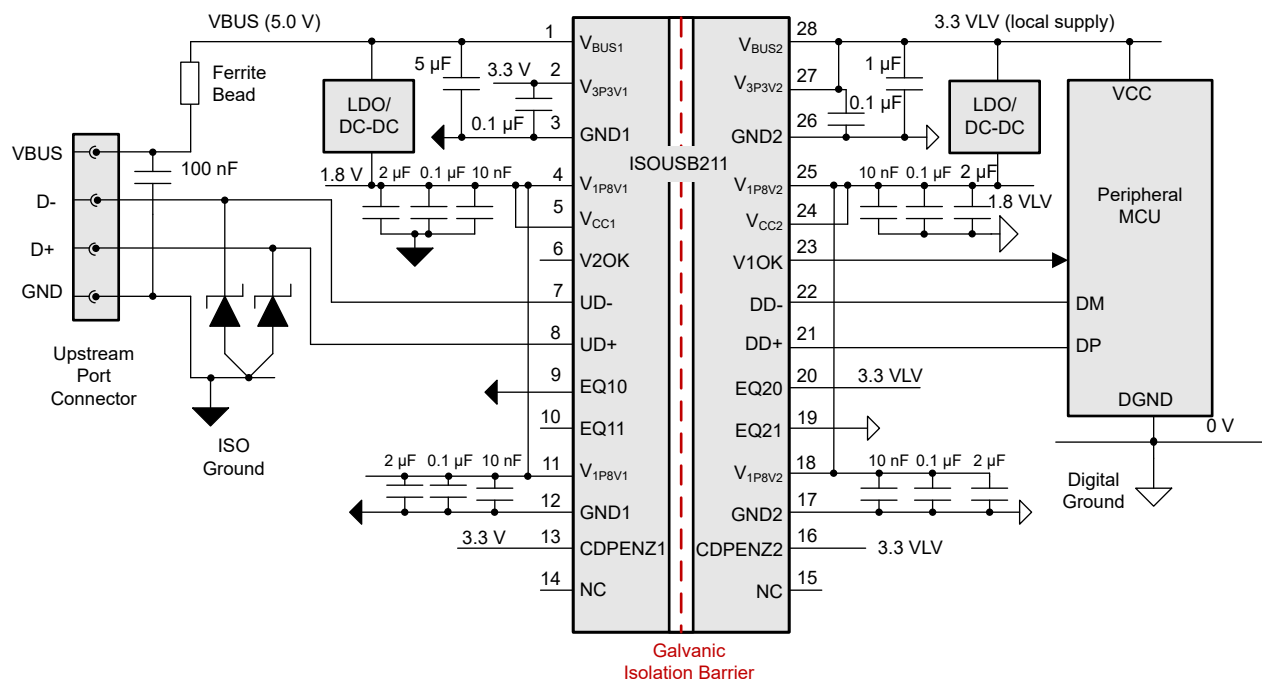

图 5-3. 使用两侧均采用 1.8V 外部电源的 ISOUSB211
- 要实现更高的环境温度范围，建议两侧使用 1.8V 外部电源（请参阅图 5-3）。有关更多信息，请参阅 使用外部 1.8V 电源供电运行。
该器件两侧也可采用外部 1.8V 电源供电。在该配置中，两侧的内部 1.8V LDO 不会消耗来自 VCC 引脚的任何功率，从而更大幅度地降低器件的内部功耗。图 5-3 显示了此示例配置。